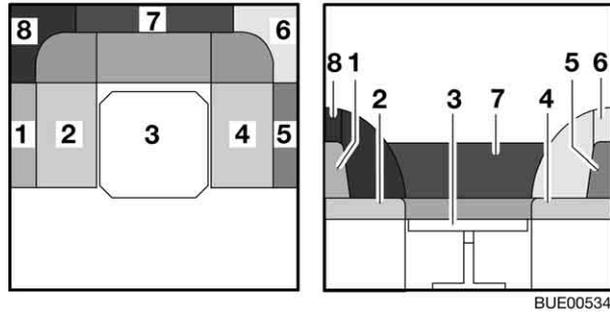

Bild 77 Während des Umbaus
- Die Rückenpolster (Bild 77,6, 7 und 8) abnehmen und beiseite legen.